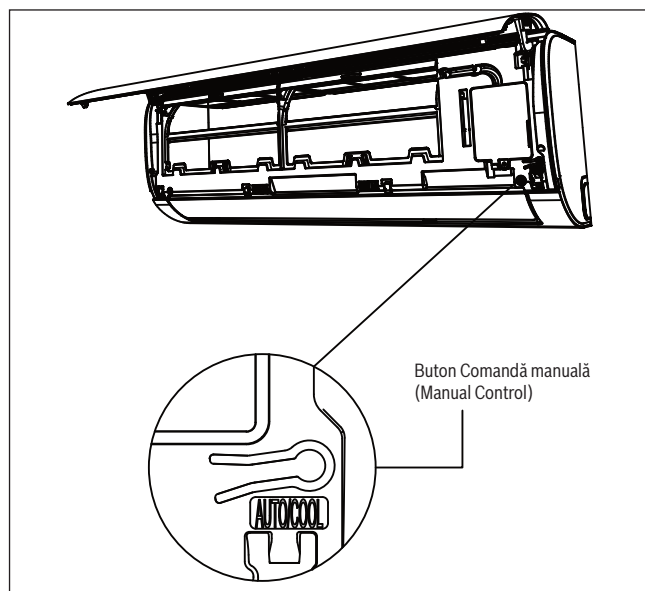

Fig. 42.
- Butonul **COMANDĂ MANUALĂ (MANUAL CONTROL)** se află pe partea dreaptă a unității. Apăsați de 2 ori pentru a selecta funcția RĂCIRE (COOL). A se vedea **fig. 42**.